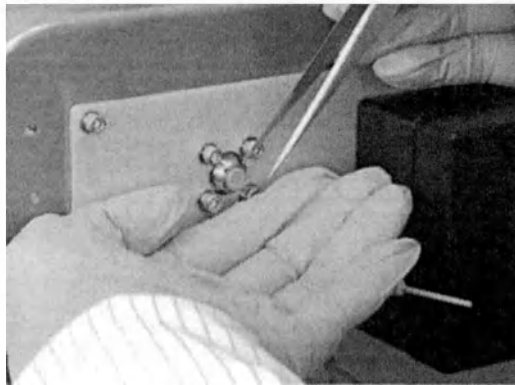

Рисунок 3-7. Вытяните фильтр пинцетом
- г) Вытяните фильтр пинцетом, как показано на рис. 3-7.